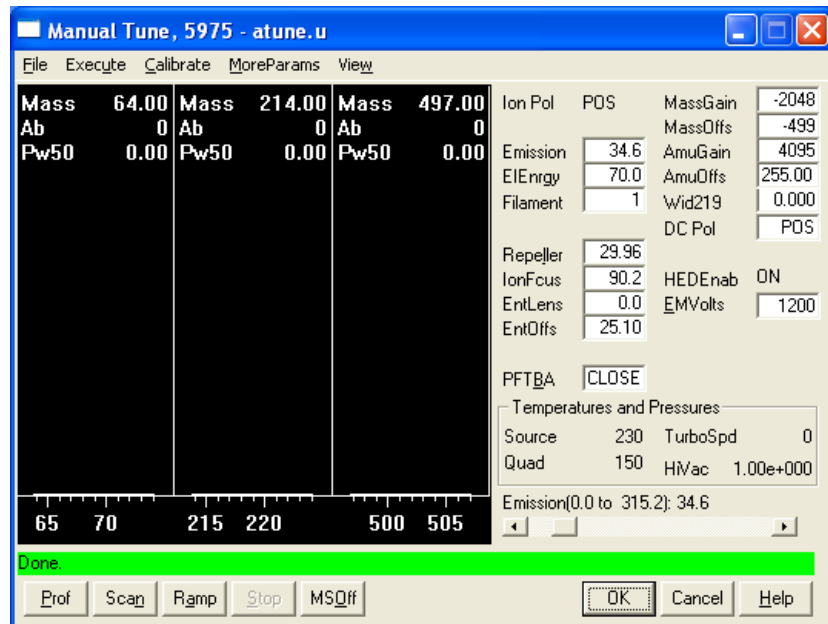

Abb. 13 Tune-Parameter
- 1 Wählen Sie in der Ansicht "Instrument Control" im Menü "Instrument" die Option **Edit Tune Parameters** aus (Abb. 13).